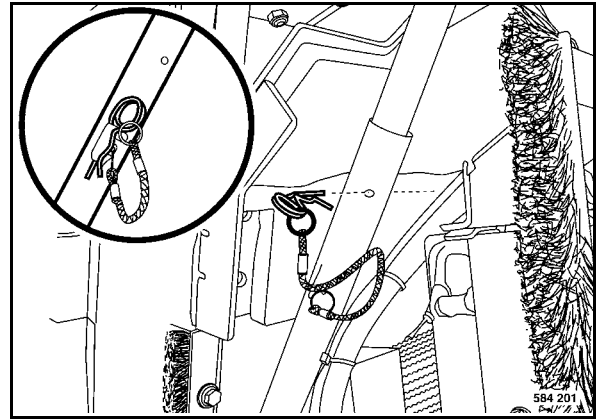

fig. 58
- Tirer l'agrafe (fig. 58) du support.